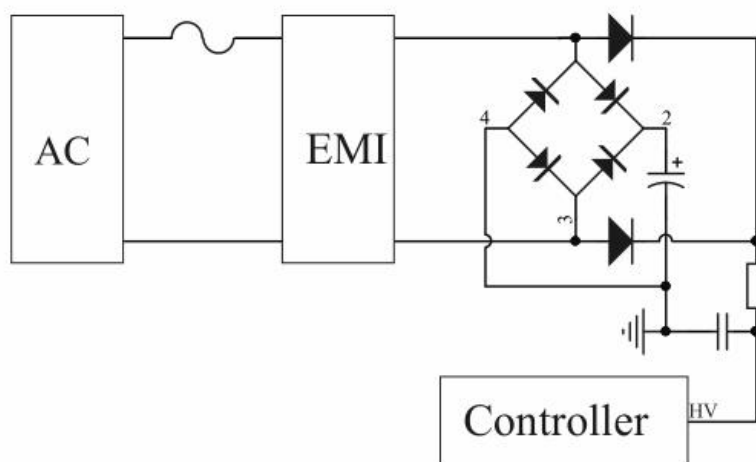

图 1：高压启动电路
DK012G 包含多功能高压 (HV) 引脚。为达到快速启动，内部集成了高压启动电路，可以快速启动电源同时能够有效降低待机功耗，如图 1 所示，能够快速准确监测输入电压，在输入掉电后，